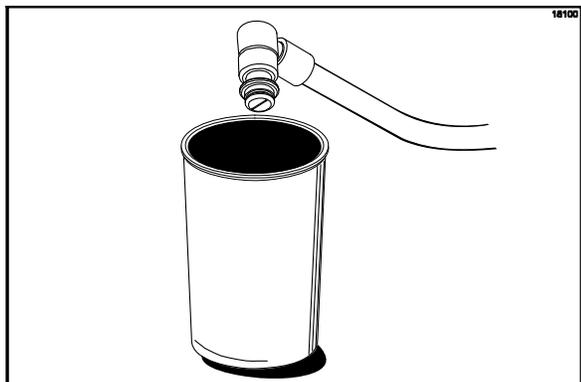

図32
20. 各シロップラインをプライミングして内部の空気を抜きます。プライミングを行うには、シロップラインを持ち上げて空の角パンの上に持っていきます(図32を参照)。